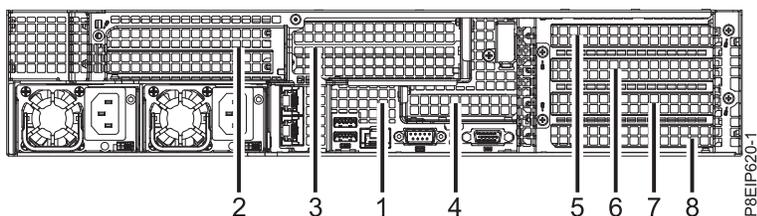

Abbildung 21. Positionen der PCIe-Adapter - System vom Typ 8001-22C
2. Die PCIe-Riserkarte eines GPU-Adapters kann gemeinsam mit anderen Adaptern genutzt werden. Systeme mit einem Prozessor können über einen Grafikprozessor an Position 3 verfügen. Systeme mit zwei Prozessoren können über Grafikprozessoren an den Positionen 3 und 5 verfügen. Position 3 wird für eine optimale Kühlung bevorzugt. Kennzeichnen und entfernen Sie alle Kabel und Netzstecker, die aus den Adaptern herausragen. Siehe Abb. 21.